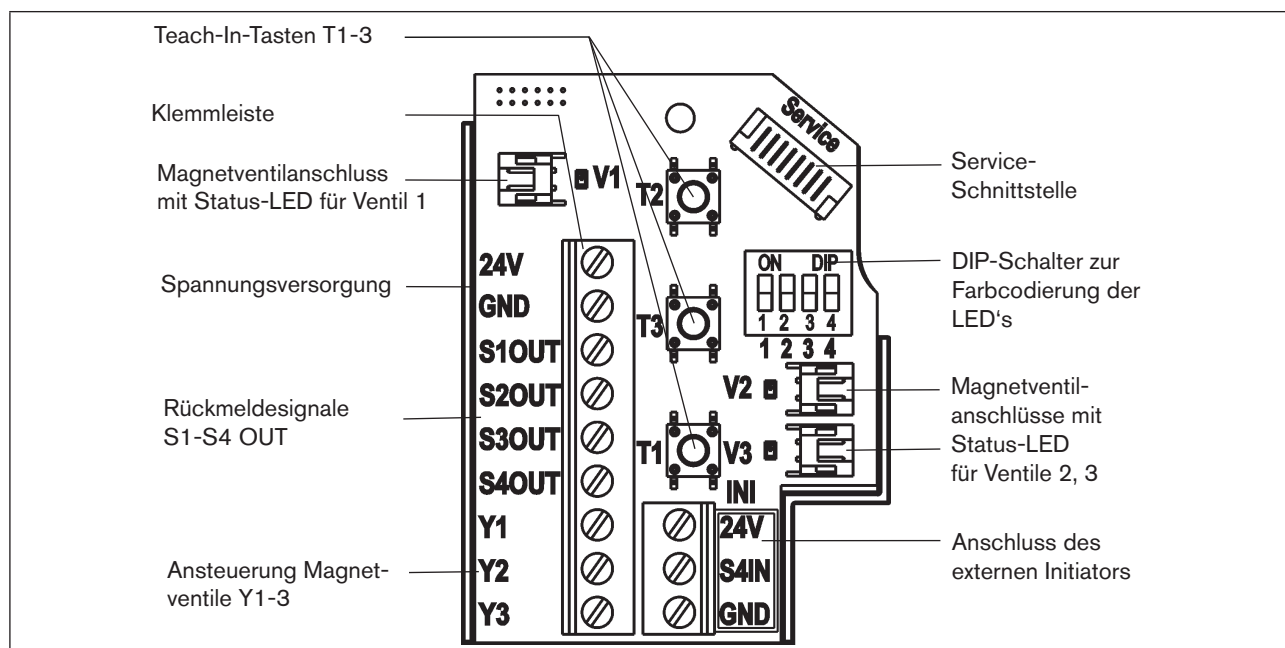

Bild 14: 24 V DC-Elektronikmodul
- Adern entsprechend der in „Bild 14“ beschriebenen Anschlussbelegungen an den Anschlussklemmen fixieren.